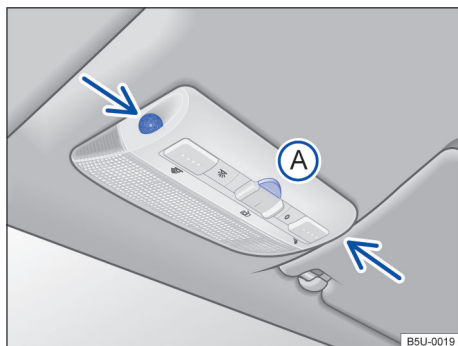
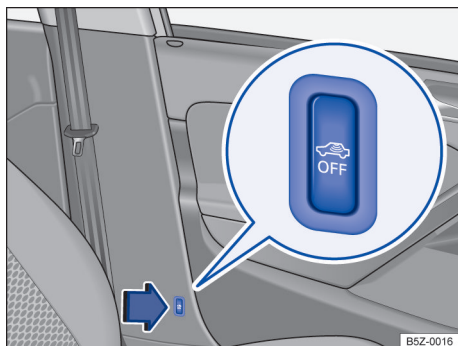

Fig. 45 No console do teto: sensores de monitoramento do interior do veículo e tecla **A** para desligar o monitoramento do interior do veículo.
Fig. 46 Ao lado do banco do condutor: botão para desligar o monitoramento do interior do veículo.
◀ O monitoramento do interior do veículo dispara o alarme com o veículo travado e o sistema de alarme antifurto ligado, se reconhecer movimentos no interior do veículo. O sensor e o receptor estão localizados no conjunto da lanterna de leitura → Fig. 45 (setas). ▶
- Pressionar o botão → Fig. 45 (A) ou → Fig. 46  por 2 segundos. No painel de instrumentos a luz de controle  se acende.